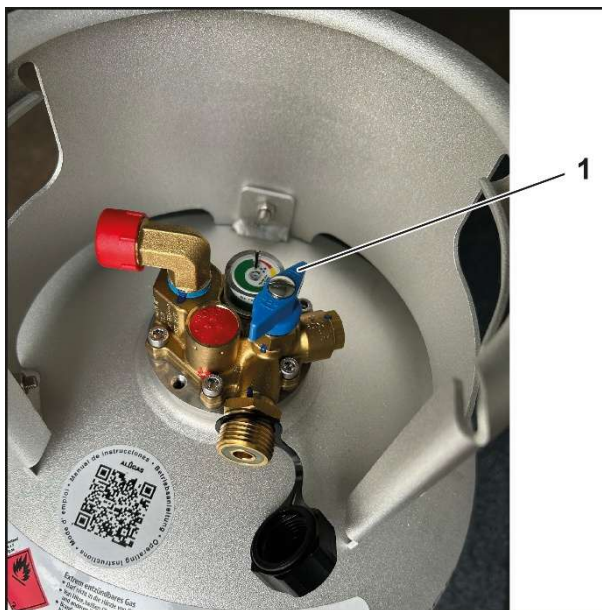

Fig. 10
1. Fechar a válvula de vedação do gás (Fig. 10/1).